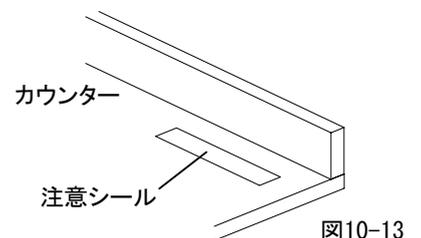

図10-13
- ⑥カウンターに同梱している注意シールをカウンター右奥に貼り付けてください。(図10-13)